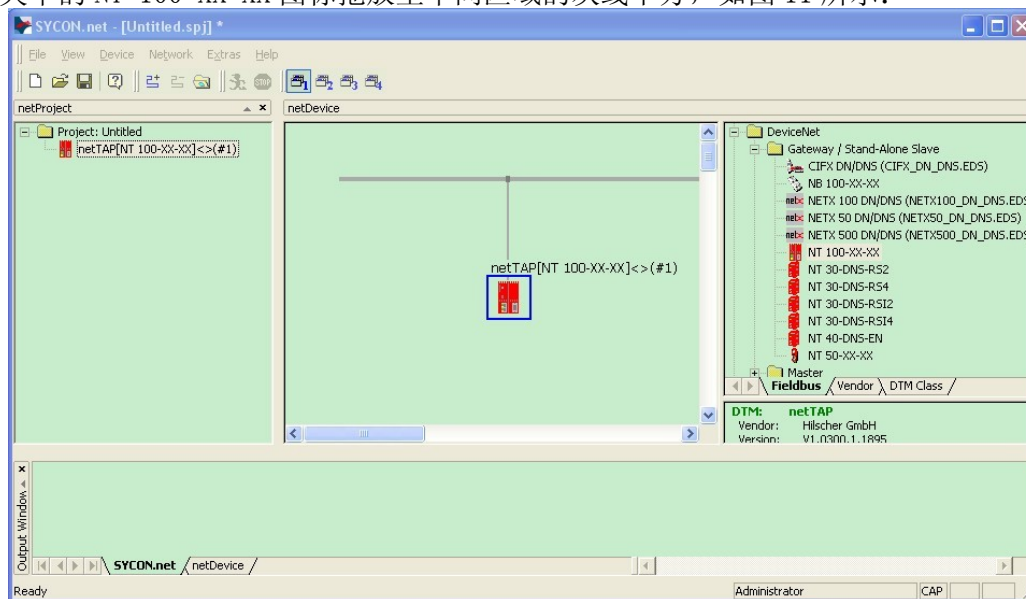

图 11
(11) 在软件界面右侧选择“Fieldbus”栏，将“DeviceNet”“Gateway / Stand-Alone Slave”文件夹中的 NT 100-XX-XX 图标拖放至中间区域的灰线下方，如图 11 所示：